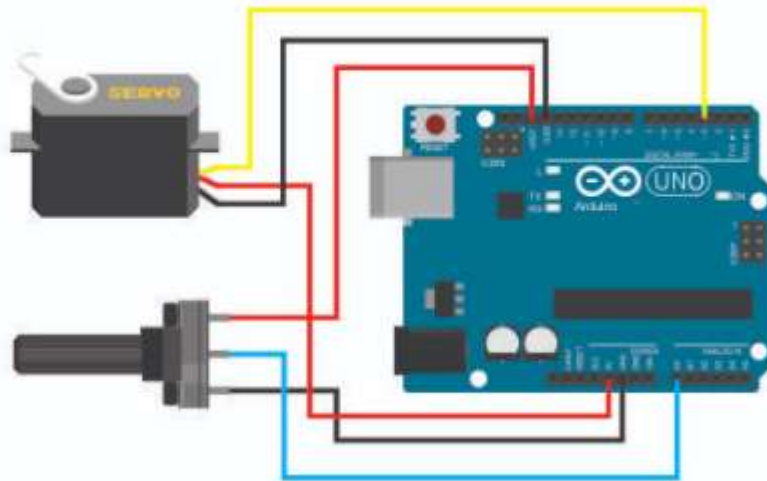

Рис.3.22 – Керування сервоприводом за допомогою зовнішнього потенціометра.
1. Дослідити роботу сервопривода при наявності сигналу керування від зовнішнього потенціометра (рис.3.22)